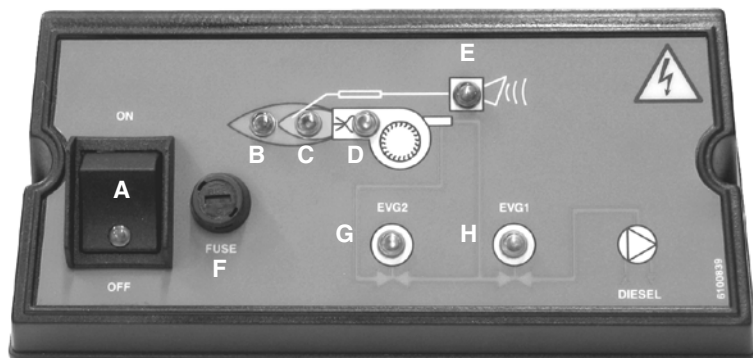

Fig. 36
- Porniti arzatorul utilizand comutatorul **A** de pe panoul de control (Fig. 36).